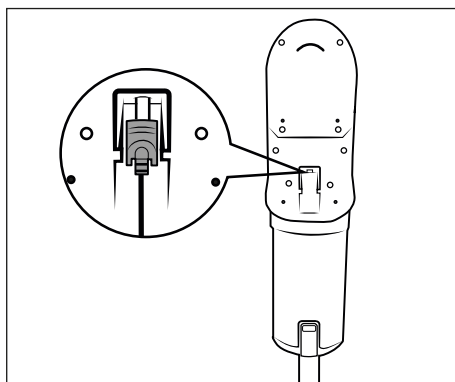

Abb. 8
- Der Staubsauger kann auch direkt über den Netzadapter 10 geladen werden. Entnehmen Sie dafür den Hohlstecker 11 durch eine leichte Drehung aus der Wandhalterung 18 und stecken Sie ihn in die Ladebuchse 3 am Gerät (siehe Abb. 8).